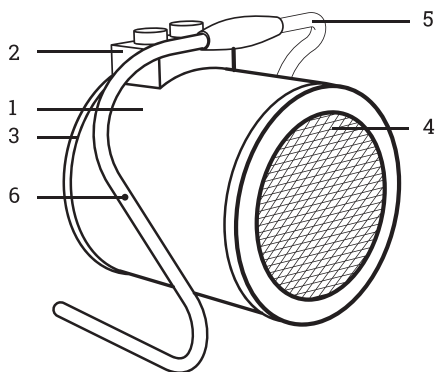

Рис. 1. Устройство прибора:
Несущая конструкция тепловентилятора (рис. 1) состоит из кожухов наружного (1) и внутреннего, изготовленных из листовой стали и имеющих цилиндрическую форму. Во внутреннем кожухе размещены вентилятор и трубчатые электронагревательные элементы. Снаружи кожуха расположен корпус блока управления (2).